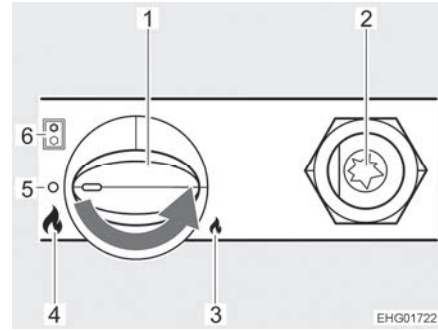

Fig. 129 Elementos de mando y de indicación (vehículo básico VW)
- Presionar el regulador giratorio (Fig. 127,4 o bien Fig. 129,1) y girarlo hacia la posición "llama más grande" (Fig. 127,6 o bien Fig. 129,4).
- Mantener pulsado el regulador giratorio y pulsar la tecla para el encendido electrónico (Fig. 127,3 o bien Fig. 129,2).
- Girar el regulador giratorio a la posición deseada entre "llama más pequeña" (Fig. 127,5 o bien Fig. 129,3) y "llama más grande" (Fig. 127,6 o bien Fig. 129,4).
- Girar el regulador giratorio (Fig. 127,4 o bien Fig. 129,1) a la posición 0 (Fig. 127,2 o bien Fig. 129,5).